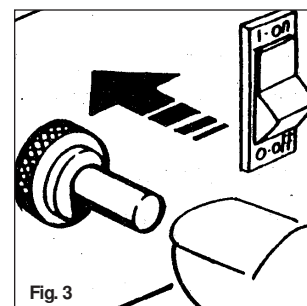

Fig. 3
- Carregar no botão da válvula de gás e varias vezes no do piézo-electrico até que o bico de gás se acenda. (Fig. 3 - 4)